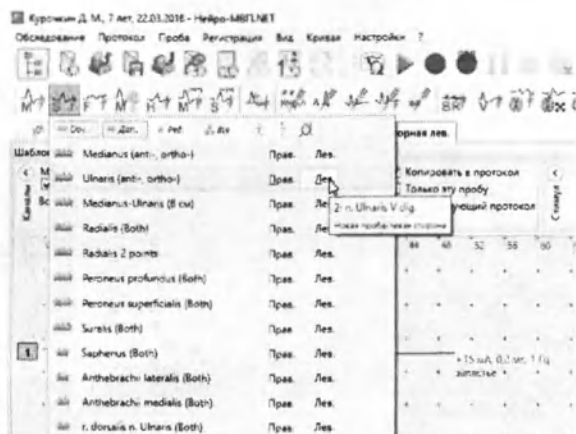

Рис. 47. Выбор шаблона антидромного исследования локтевого нерва
- Первый способ — активация кнопки «СРВ сенсорная», выбор шаблона антидромного исследования локтевого нерва (рис. 47).